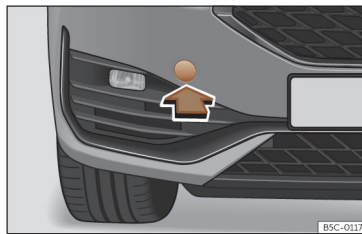

Fig. 207 No lado direito do para-choques dianteiro: retirar a tampa.
O alojamento para a argola de reboque enroscável encontra-se na parte direita do para-choques dianteiro, atrás de uma tampa >>> **Fig. 207**.
- Retire a tampa fazendo pressão na zona inferior da mesma e deixe-a pendurada no veículo >>> **Fig. 207**.